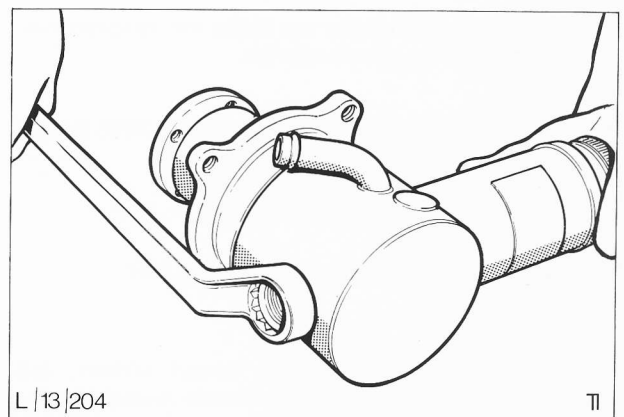

Abb. 67 Lösen des Anschlußstückes – Pumpenauslaß
3. Anschlußstück – Pumpenauslaß lösen, Abb. 67, und Gehäusemantel mit Hilfe eines Dornes lösen. Darauf achten, daß der Gehäusemantel dabei nicht verkantet wird.